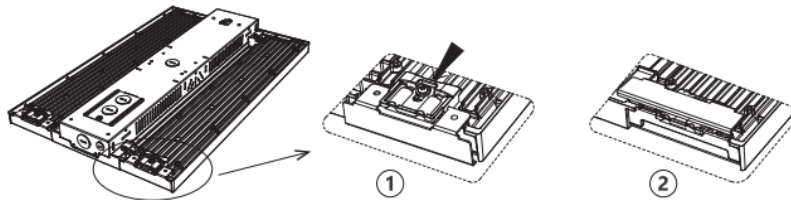

Figure 1
Step 1. Push the retaining clasp to open the lens retaining plate in a rotating manner so that it falls into the slot of the heatsink, as Figure 1.
Étape 1. Poussez le fermoir de retenue pour ouvrir la plaque de retenue de la lentille en la faisant tourner de manière à ce qu'elle tombe dans la fente du dissipateur thermique, comme le montre la figure 1.